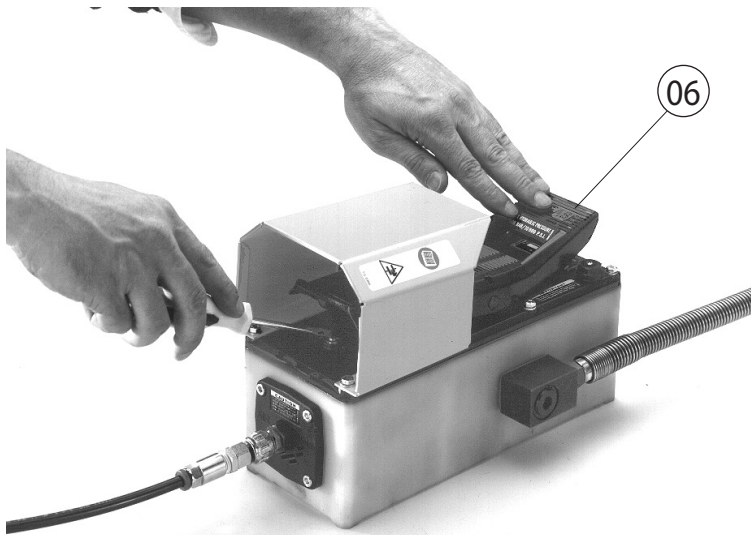

FIG. 4
6.2) Eliminazione delle bolle d'aria (Rif. a Fig. 4)